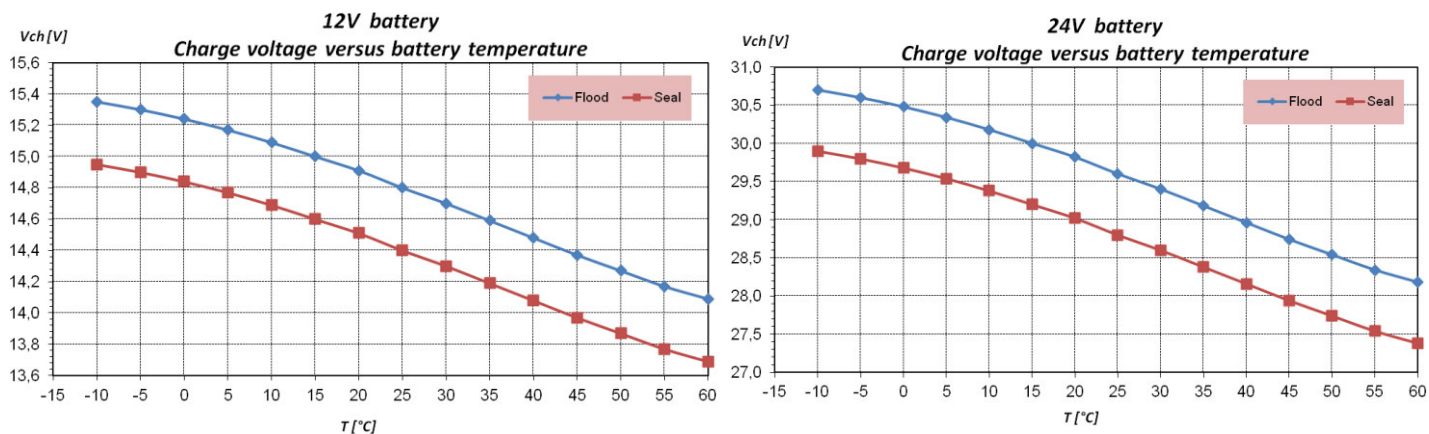

Fig.10 – Tensione di carica in funzione della temperatura della batteria
Flood per batterie al piombo ad acido libero (tensione di carica come Fig.10)
Seal per batterie ermetiche al piombo (tensione di carica come Fig.10)
** tensione di carica compensata in temperatura come grafici Fig.10